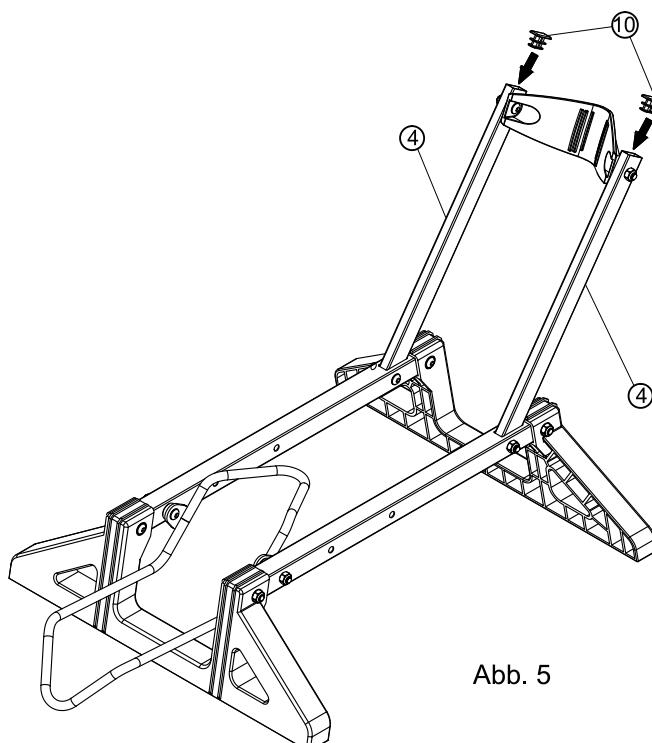

Abb. 5
Stecken Sie die Verschlussstopfen(10) fest in die Öffnungen der senkrechten Haltestangen(4). (Siehe Abb. 5)